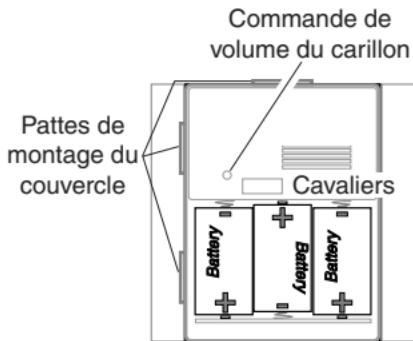

Figure 2
2. **Installez 3 piles alcalines « D » (R20).** Prenez soin d'orienter les piles correctement (voir Figure 2).
5. Remettez les piles en place (voir Figure 2). Replacez le couvercle du carillon sur le socle.